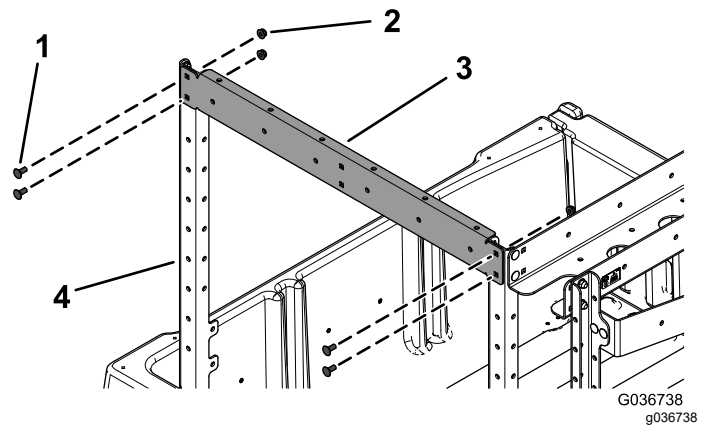

图6
5. 如图6所示用4个托架螺栓 $\frac{5}{16} \times \frac{3}{4}$ 英寸和4个凸缘螺母 $\frac{5}{16}$ 英寸将前支撑托架每侧有2个孔安装到2个前立架支架的顶部。